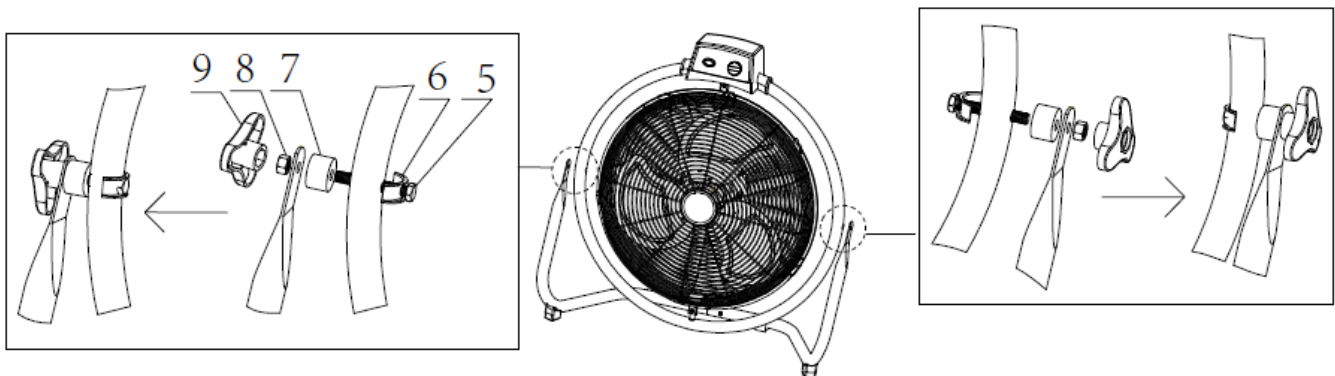

Abb. 2
Das Schraubloch befindet sich an der linken Seite der kreisförmigen Halterung. Die kreisförmige Halterung und den linken Stützbügel mit der langen Schraube (5), U-Ständer (6), stoßfestes Verbindungsstück (7) und der Mutter (8) befestigen. Die Mutter kann einfach mit dem Mutterhalter (9) gedreht werden. Bitte der Montagereihenfolge in Abb. 2 folgen.